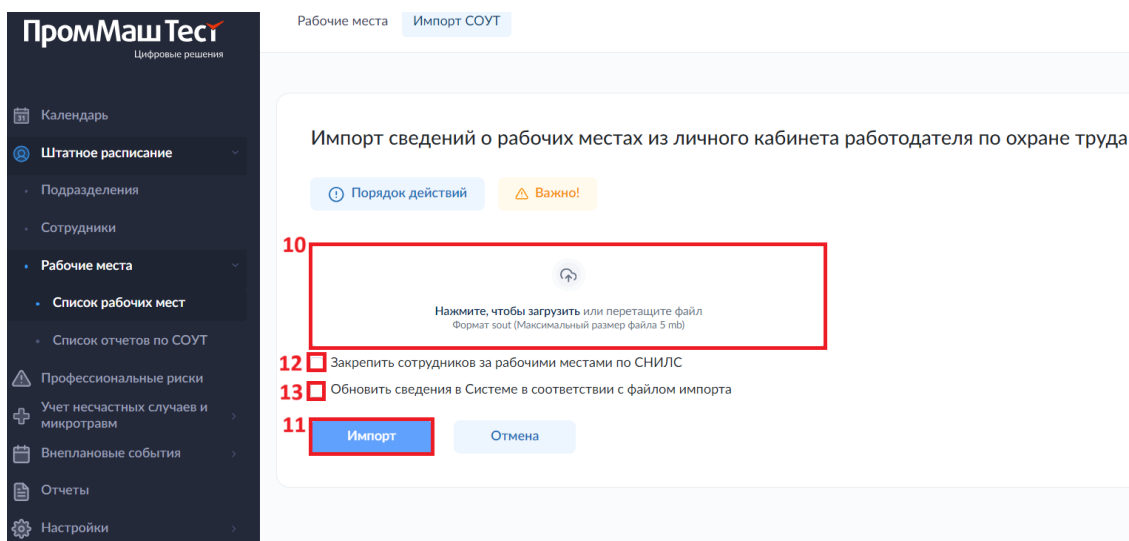

Рисунок 27. Раздел «Рабочие места». Окно импорта сведений о рабочих местах из личного кабинета работодателя по охране труда.
В открывшемся окне (рис. 27) необходимо перетащить файл .sout в область загрузки (10) и нажать кнопку (11) «Импорт».